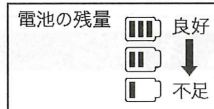

図10：モニター立ち上がり画面
3. 液晶モニターの立ち上がりを確認 (図10)
- ・液晶モニターにメッセージが表示され (図10)、しばらくするとカメラの映像が表示されることを確認します。